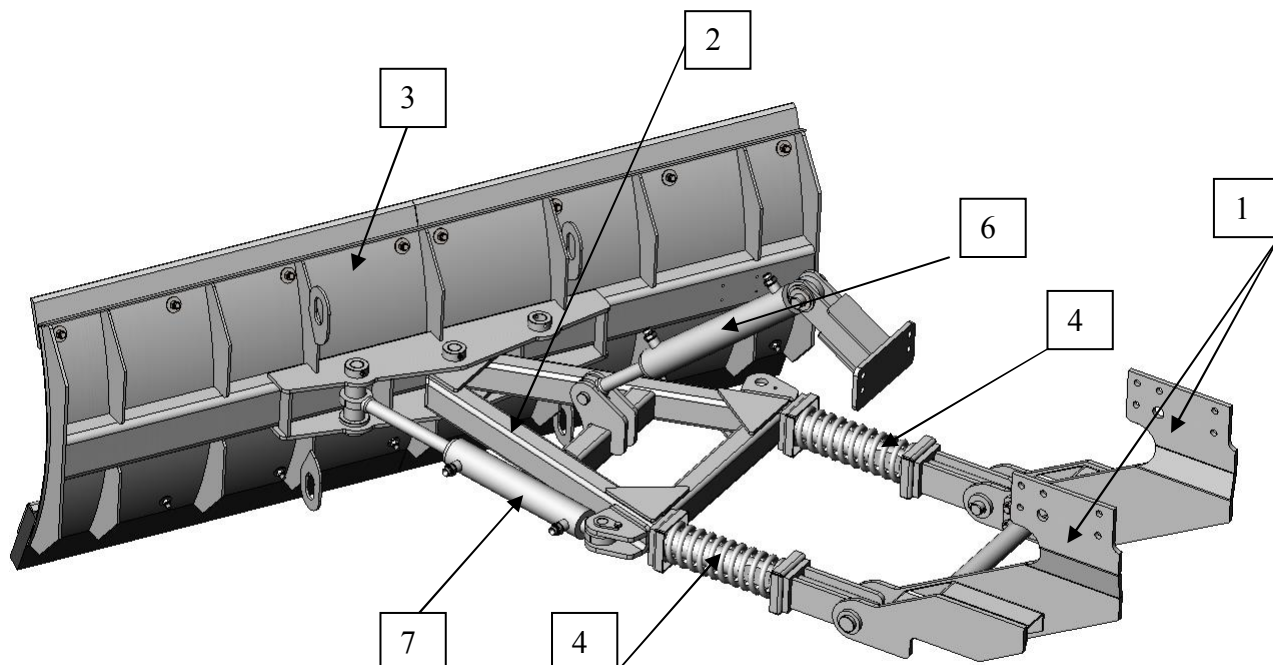

Fig.1 Lama de zapada LD3;
3.1.1 Lama (fig.1) este compusă din subansamblurile: suport 1; suport lama 2; lama 3, suport osie s a.